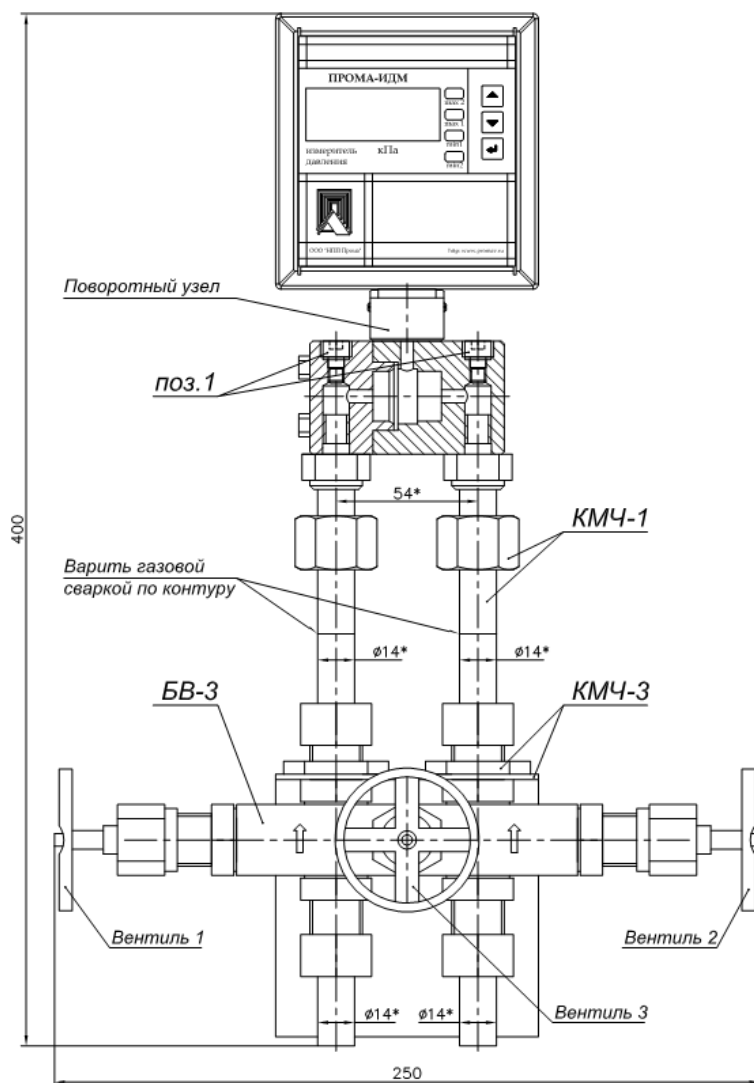

Рис. 3.4.Измеритель Прома-ИДМ-ДД-Р (газ, жидкость) с 3-х вентиль-ным блоком БВ-3. Исполнение для штуцерно-резьбового монтажа-моноблок. Габаритный чертеж.
- Рис. 3.4. Измеритель Прома-ИДМ-ДД-Р (газ, жидкость) с вентиляльным блоком БВ-3. Исполнение для штуцерно-резьбового монтажа. Габаритный чертеж.